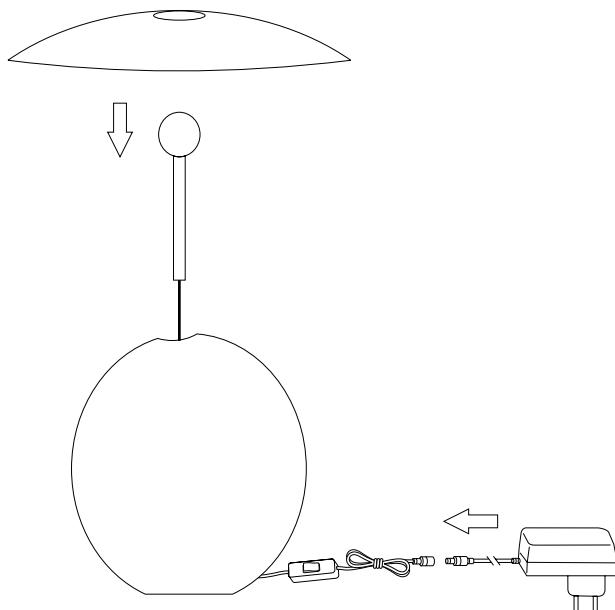

Рис. 2. Сборка светильника
- 3.4. Соберите светильник, как показано на рис. 2.